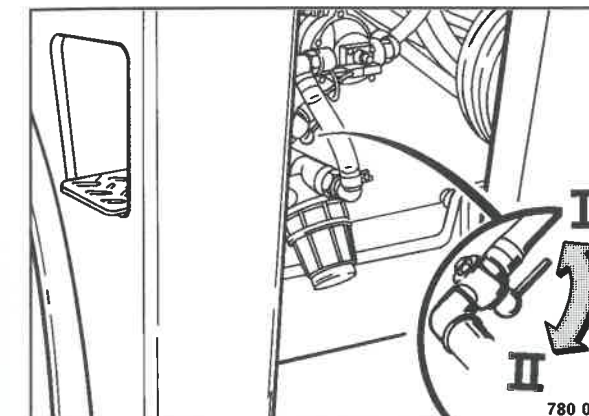

Fig. 71
- Aprire il rubinetto di chiusura (Fig. 71).